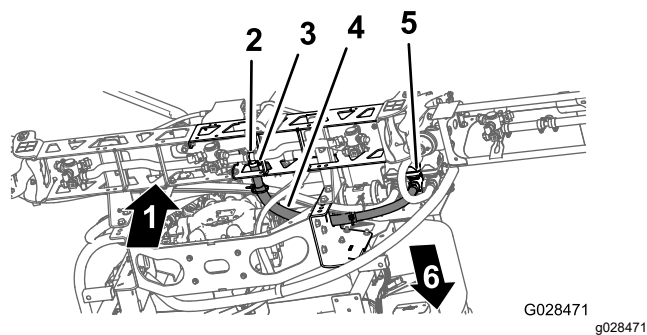

Figure 44
- 1. Acheminez le flexible de la section de rampe centrale comme montré à la Figure 44.
2. Branchez le flexible de section de rampe au raccord en T cannelé de la section centrale et fixez-le avec un collier (Figure 44).